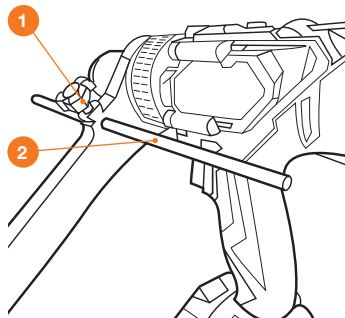

Рис. 5
- Затяните зажим **1** ограничителя (Рис. 5).